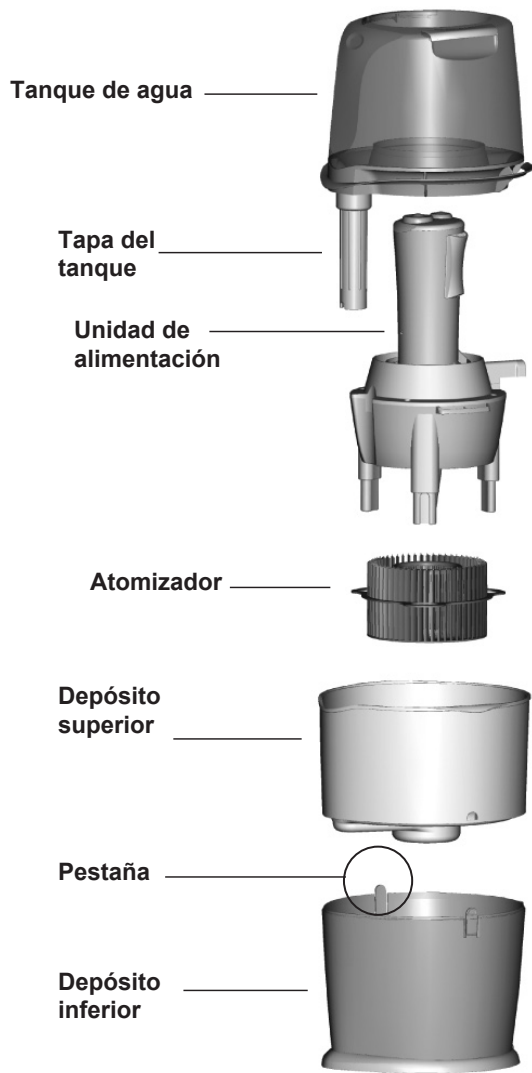

Figura 16
2. Una el depósito superior con el depósito inferior alineando las dos pestañas laterales. Vea la figura 16.